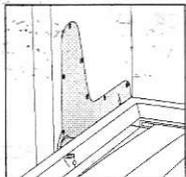

FIG.5
- **Mécanisme et conception:** Mécanisme d'articulation sur vérin à gaz et dispositif de mouvement amorti, entièrement encastré dans le flanc du meuble grâce à une technologie brevetée et un façonnage spécifique (Fig. 5).